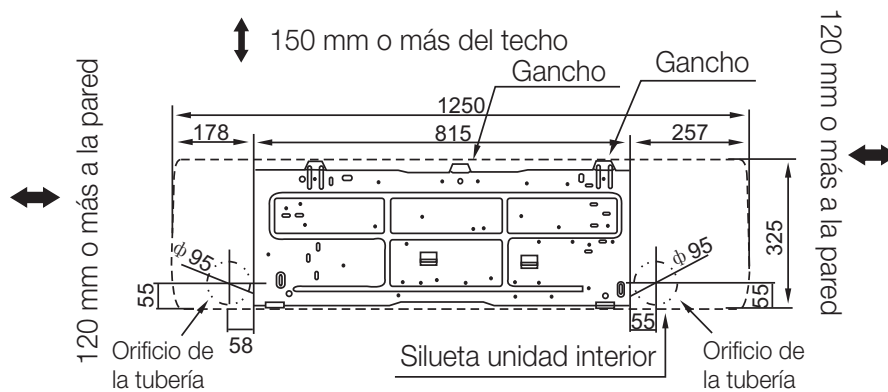

Fig.5
1. Determine las posiciones de los orificios de acuerdo con el diagrama que se detalla en la Fig. 5. Perfore un (1) orificio (Ø95mm) con ligera pendiente hacia el exterior.